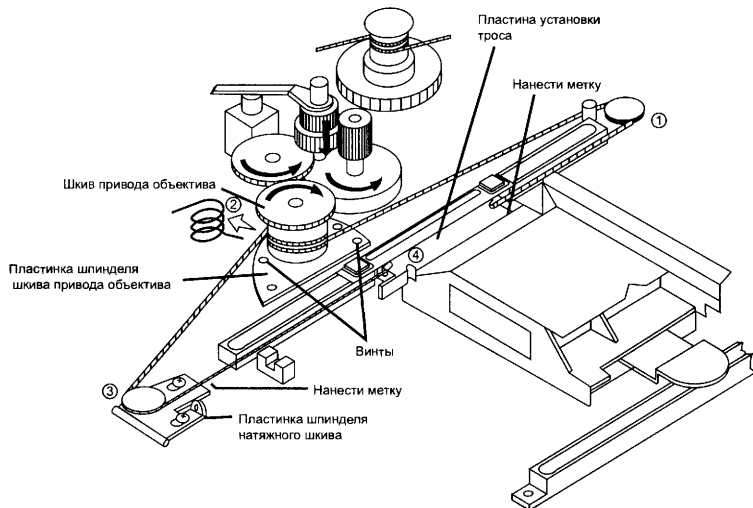

Рис. 1. Узел привода объектива
1. Вывинтите два винта, крепящих пластинку шпинделя шкива привода объектива, и снимите шпиндель (см. рис. 1).